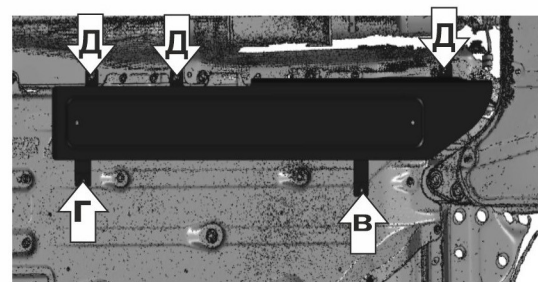

Рис.4
7. Завести защиту открытыми пазами на вкрученные болты М8Х40 с шайбами 8 через втулки 17 мм в закладную М8 с усиками (Б), в закладную М8 с проволокой (Г). Вкрутить штатный крепёж в точках (Д) (рис.4).